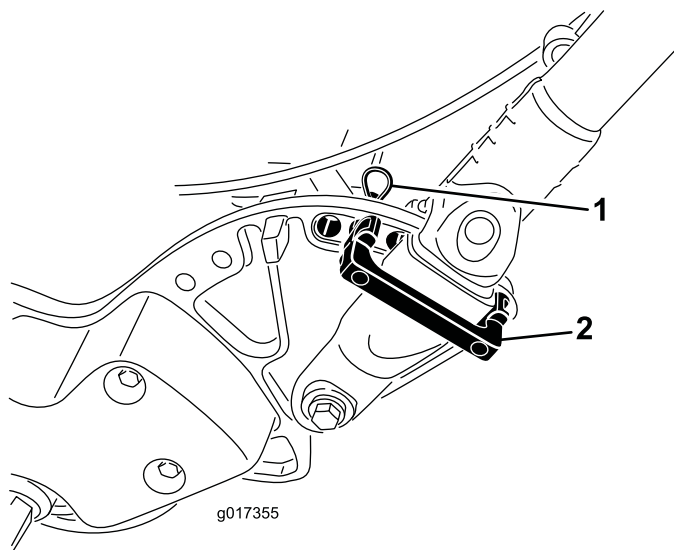

Figura 25
1. Retire as chavetas dos fixadores do manípulo em cada lado da máquina (Figura 25).
2. Enquanto segurar no manípulo, retire as chavetas de cada lado e rode o manípulo até o colocar na posição desejada para sua utilização (Figura 25).